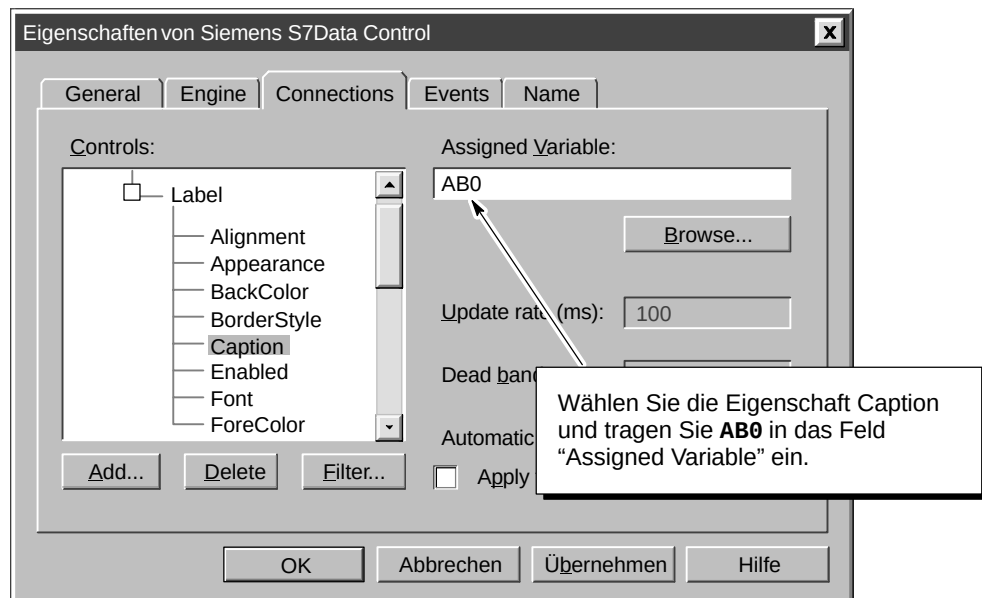

Bild 1-13 Zuordnen einer Variablen zur Eigenschaft Caption eines VB Label Control
8. Wählen Sie die Eigenschaft Caption und tragen Sie **AB0** in das Feld "Assigned Variable" ein (siehe Bild 1-13). Klicken Sie nacheinander auf die Schaltflächen "Übernehmen" und "OK", um die Daten einzugeben und das Dialogfeld "Eigenschaften" zu schließen.